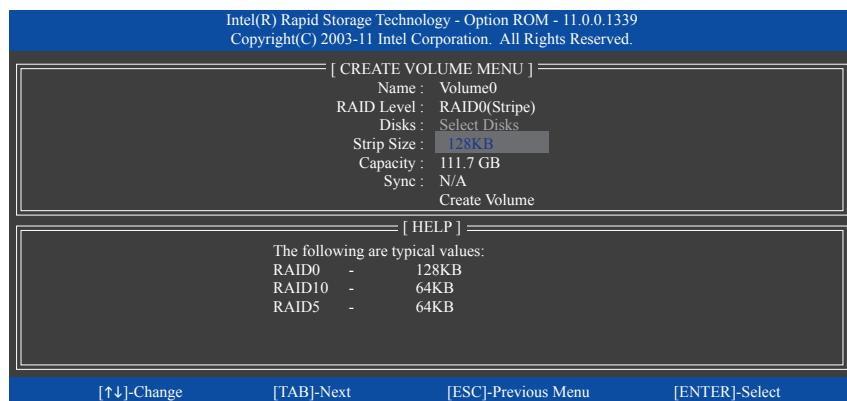

図 5
**Disks** アイテムの下で、RAID アレイに含めるハードドライブを選択します。取り付けたドライブが 2 しかない場合、ドライブはアレイに自動的に割り当てられます。必要に応じて、ストライプブロックサイズ(図 5)を設定します。ストライプブロックサイズは 4 KB~128 KBまで設定できます。ストライプブロックサイズを選択してから、<Enter> を押します。